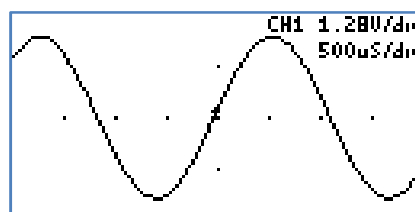

Abbildung 14: Schnellstart
- Drücken und halten Sie den K1-Taster (Auto Setup). Das Display sollte aussehen wie in Abbildung 14.